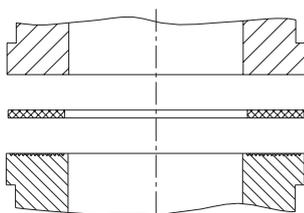

Fig. 2
- Retirez le bouchon rouge de purge de l'engrenage (fig. 2, rep. 10) à la mise en service des pompes doseuses Sigma/ 3 !
Toutefois, si une pièce d'insertion d'un tel assemblage n'est pas cannelée (par ex. une pièce étrangère), il faut utiliser une garniture plate élastomère (fig. 2). Sinon, il y a risque de fuites au niveau du raccordement.